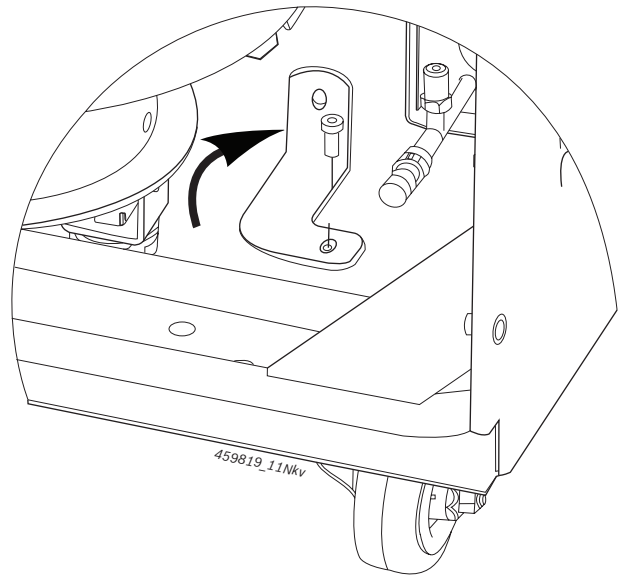

Fig. 11: Vrid konsolen
7. Vrid konsolen cirka 90 grader (se fig. 11) så att den flyttas bort från behållarens monteringsplatta.